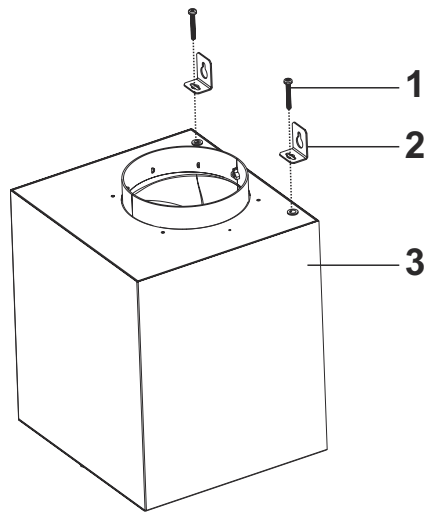

Fig. 22
- 5.** ➤ Hvis motor kabinettet skal hænges op, brug da de 2 x M5x35mm skruer og 2 x ophængningsbeslag og monter dem på motorkabinettet (Fig. 22).